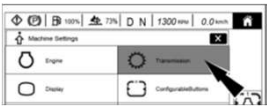

Fig. 7
7. Retournez maintenant dans le menu « Paramètres de la machine » et sélectionnez « Transmission » (fig. 7).